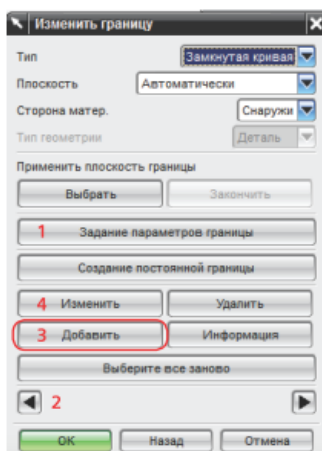

Рисунок 5.7 – Редагування границь обробки деталі
Діалогове вікно на рис. 5.7 допускає редагування існуючих границь у цілому (1), перемикання між границями, якщо їх більше 1 (2), додавання нових (3). Зауважимо, що границі в NX складаються з сегментів (елементів границь) і в режимі редагування до них можливий доступ (4).